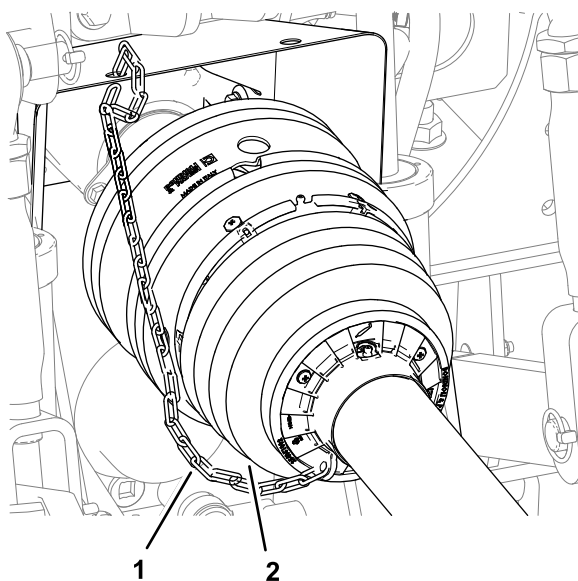

Figura 26
- Ligue a corrente de retenção a uma peça fixa do veículo de reboque (Figura 26).